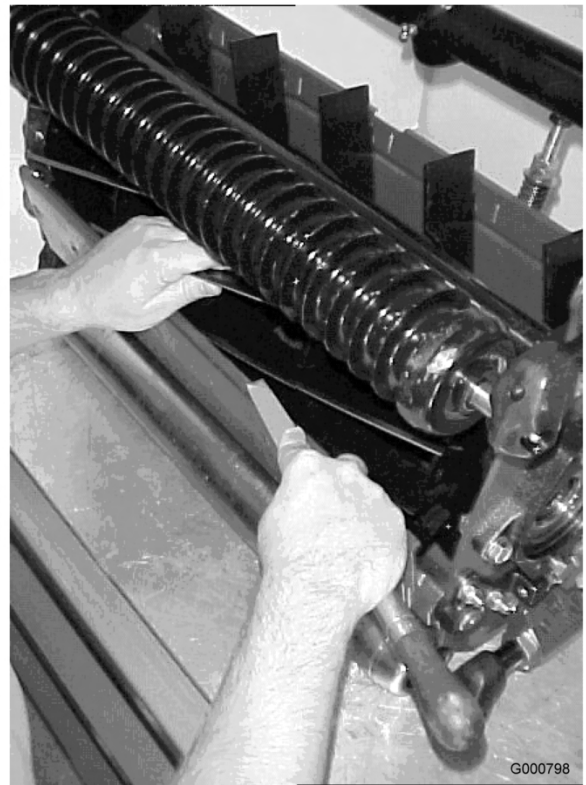

図 72
11. バックラップが終わると、ベッドナイフの前端にバリができる。刃先を削らないように注意しながら、このバリをヤスリで落とす（図 72）。